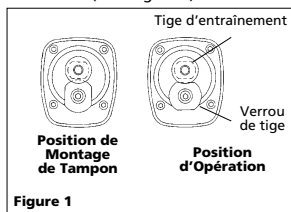

Figure 1
1. Verrouiller la tige d'entraînement avant de fixer le tampon à poncer. Tourner le verrou de la tige jusqu'à ce que le verrou de tige se mette en prise avec la tige d'entraînement et serrer à main, le tampon au sens des aiguilles d'une montre (Voir Figure 1).